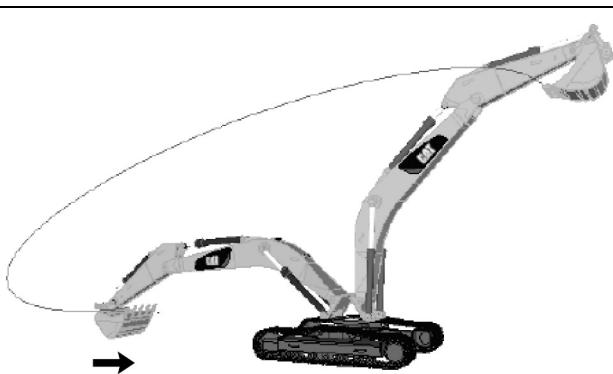

Ilustración 189
**Fase 1 – Levante la pluma y rótela de 180° a 270°** (simultáneamente). Consulte la ilustración 189 .